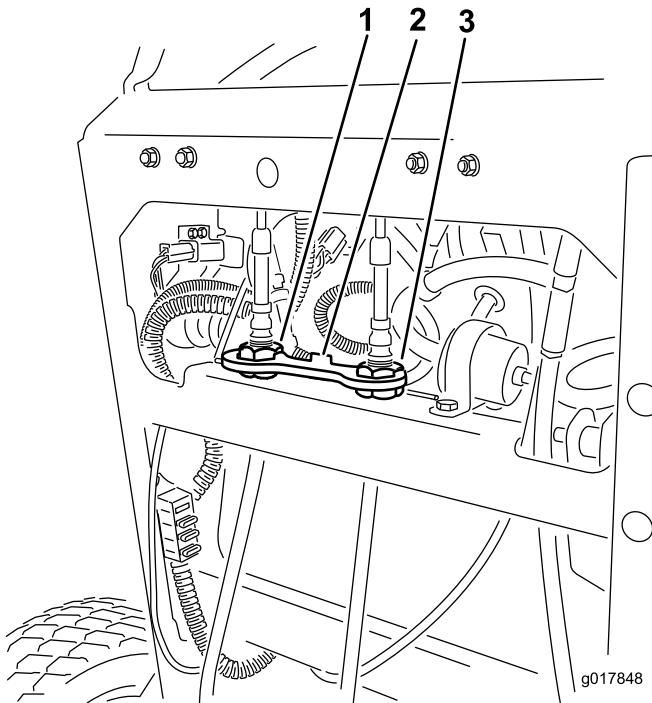

Figure 55
- Tournez le dispositif de réglage du câble droit pour placer la commande de déplacement droite au centre de la fente de verrouillage au point mort du panneau de commande (Figure 55).